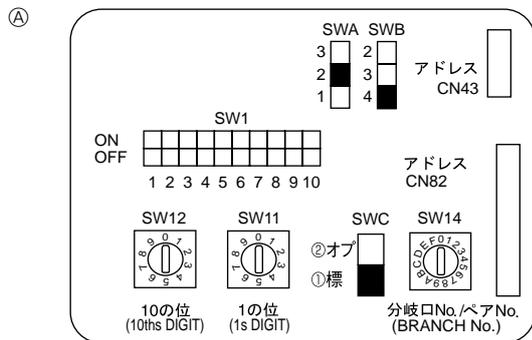

Fig. 4-4
4.5. Установка адресов (Fig. 4-4)
- ① Установка адресов
- ② Как установить номера отделений SW14 (Только для серии R2)
4.6. Установка переключателей при высоком потолке или при изменении числа выходов воздуха (Fig. 4-4)
④	4 направления	2,7 м	3,2 м	4,5 м
③	3 направления	3,0 м	3,6 м	4,5 м
②	2 направления	3,3 м	4,0 м	4,5 м
4.7. Определение температуры в помещении встроенным датчиком пульта дистанционного управления (Fig. 4-4)